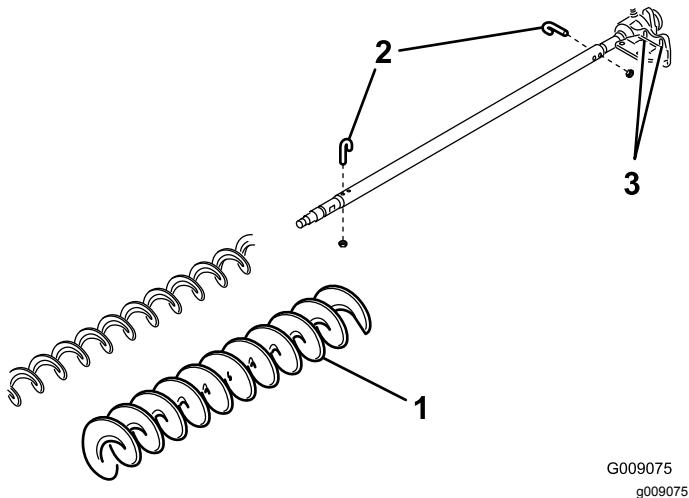

Figura 38
3. Togliete i 2 bulloni a J e i dadi (Figura 38).
4. Fate scorrere la spazzola esistente fino ad estrarla dall'albero (Figura 38).
5. Allentate i 2 bulloni, le rondelle e i dadi che fissano l'alloggiamento del cuscinetto di comando alla staffa di montaggio dell'alloggiamento del cuscinetto (Figura 38).
6. Fate scorrere la spazzola per altezze di taglio alte o spazzola HD sull'albero della spazzola (Figura 38).
7. Bloccare la spazzola sull'albero con 2 bulloni J e i dadi precedentemente rimossi (Figura 38).